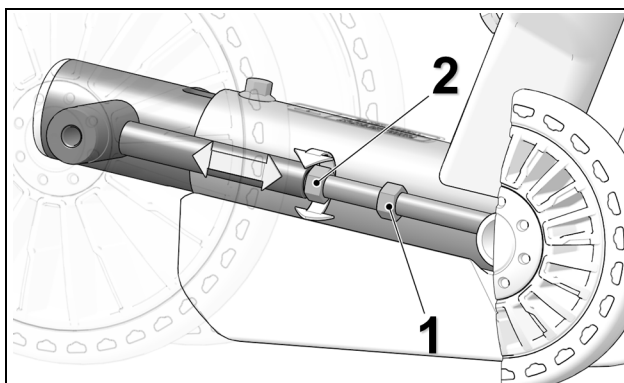

Figure 27
- Desserrer le contre-écrou (1) et tourner l'écrou d'ajustement (2) pour régler la tension de la chenille. Voir la Figure 27.